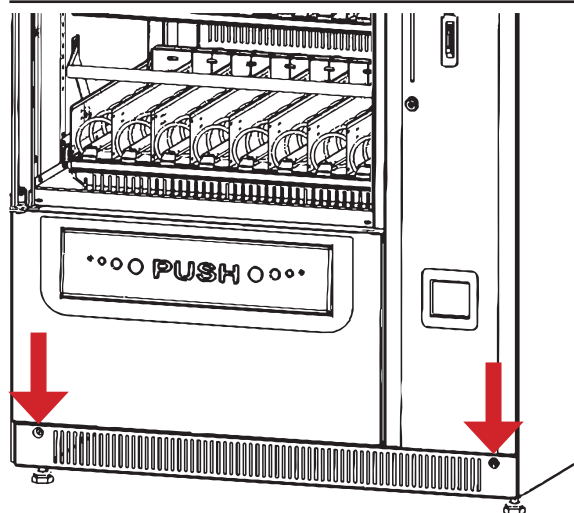
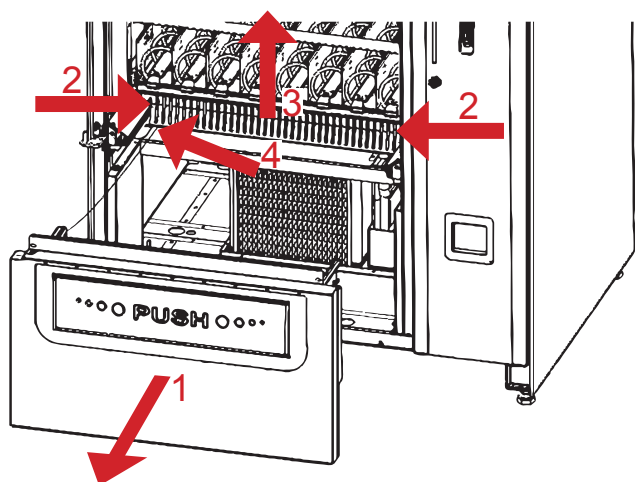

Рисунок 23 - Снятие вентиляционного кожуха
Рисунок 25 - Снятие лотка выдачи
5. снимите лоток выдачи товара (см.рис.23...25) следующим способом :
6. аккуратно вытащите лоток на себя (см.рис.25, поз.1);
7. ослабьте крепление винтов (см.рис.25, поз.2), подайте вверх и снимите кожух (см.рис.25, поз.3);
8. отсоедините провод заземления лотка от корпуса автомата в месте крепления клеммы заземления (см.рис.25, поз.4);
13. подсоедините клемму заземления лотка к шпильке на корпусе автомата (см.рис.25, поз.4);
14. установите на место кожух (см.рис.23, поз.3) и закрепите его винтами (см.рис.25, поз.2);
16. установите и закрепите вентиляционный кожух, затянув крепёжные винты (см.рис.23).